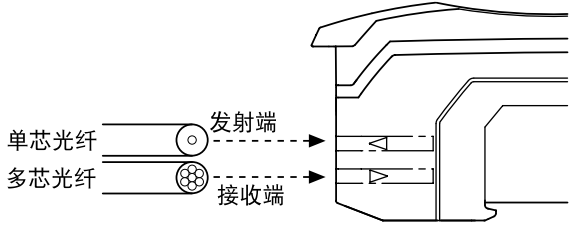

图3
- 7、若将同轴反光型光纤模块连接到放大器上，应将单芯光纤连接到发射器测（如图 3），而将多芯光纤连接到接收器测。